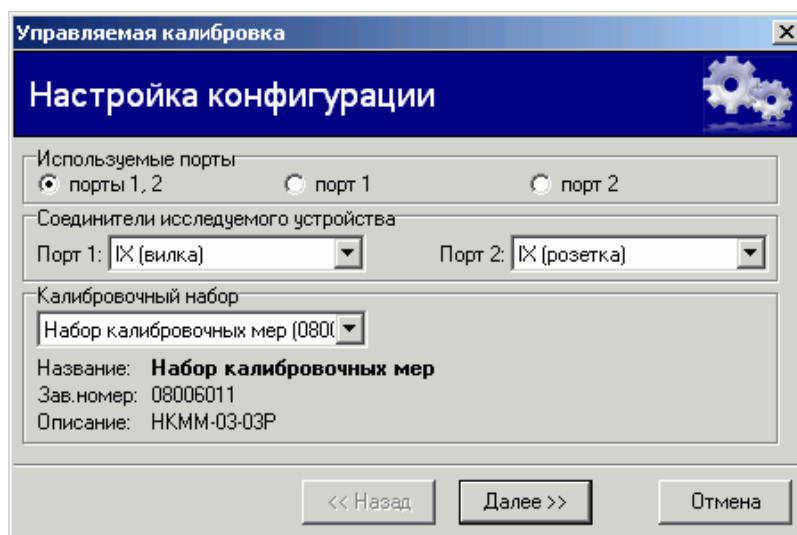

Рисунок 16 – Первый шаг мастера управляемой калибровки
**Процесс калибровки начинается** с выбора пункта меню "Калибровка \ Управляемая калибровка" (рисунок 16).